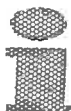

Rys. 2
- Nie może mieć miejsca obciążenie rozciągające i skręcanie węży (patrz rys. 2 pozycja 1).
- Nie wolno załamywać węża hydraulicznego (patrz rys. 2, pozycja 2)
- Nie należy ciągnąć lub kłaść węży na ostrych krawędziach (patrz rys. 2, pozycja 3)
- Nie wolno podłączać węży w pozycji skróconej (patrz rys. 2, pozycja 4)
- W żadnym wypadku nie należy przejeżdżać pojazdem po węzach. Węże hydrauliczne rozłożone luźno na drogach jezdnych, należy chronić przed uszkodzeniem, np. poprzez zastosowanie mostków przejazdowych (patrz rys. 2, pozycja 5)